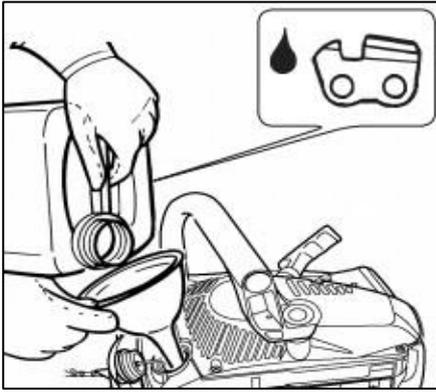
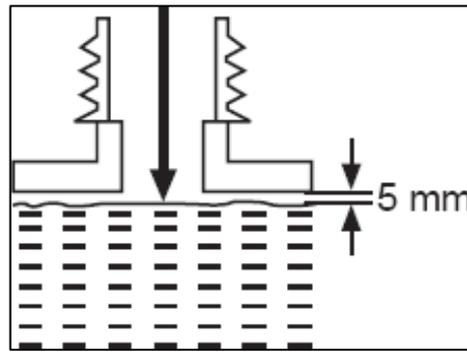

Fig.18
Fig. 19
- 3) Versez de l'huile pour la lubrification de la chaîne appropriée dans le réservoir (Fig.18). Ne remplissez pas trop et laissez environ 5 mm d'espace entre la hauteur d'huile et le bord intérieur du réservoir afin de permettre l'expansion. (Fig.19)